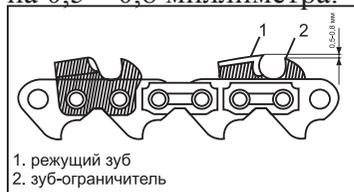
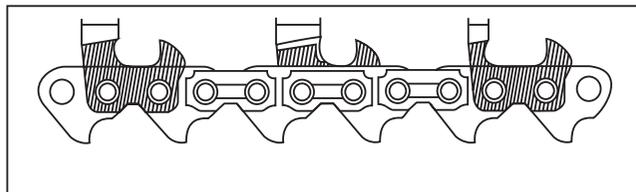

рис.3
рис.4
6.3 Звено цепи состоит из двух зубьев: режущего зуба и зуба-ограничителя (рис. 3). Насколько эффективно будет происходить процесс пиления зависит от разницы в высоте между режущим зубом и зубом-ограничителем. Оптимально, когда режущий зуб выше зуба-ограничителя на 0,5 – 0,8 миллиметра.
Заточку цепи необходимо начинать с заточки режущих зубьев **1** (рис. 3). Затачивайте зубья равномерно, вначале каждый второй зуб с одной стороны, потом каждый второй зуб с противоположной стороны. Длина режущих зубьев должна быть одинаковая, различная длинна не допускается и может привести к нежелательным последствиям (рис. 4).